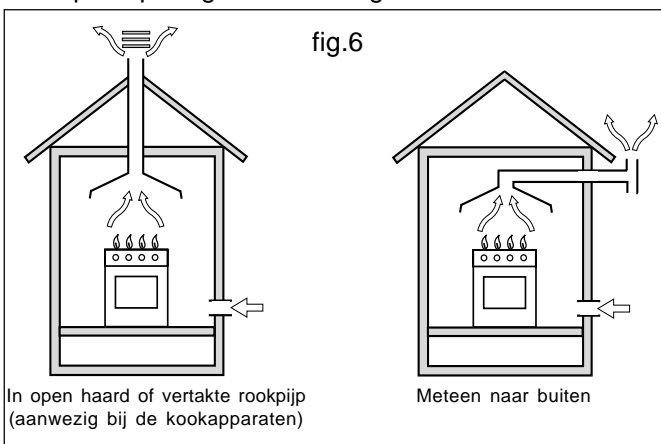

fig.6
- Het apparaat moet de verbrandingsproducten afvoeren naar een speciaal hiervoor bestemde kap die op een schoorsteen, een afvoer kanaal of rechtstreeks naar buiten moet zijn aangesloten (fig.6).